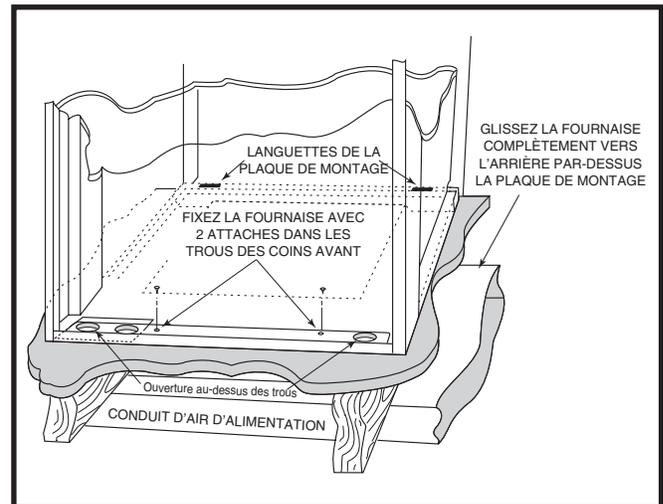
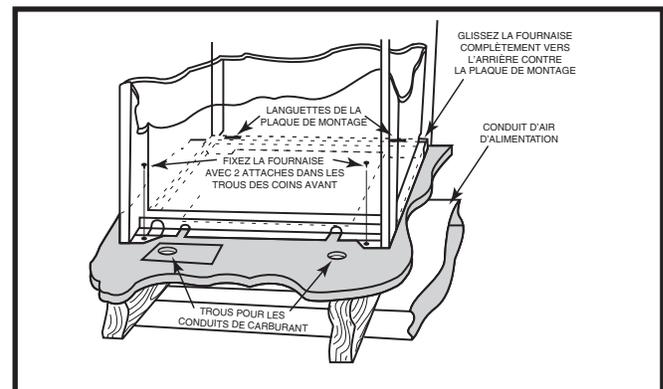

Figure 14. Fournaise de placard « A » et « B »
Figure 15. Fournaise de placard « A » sur armoire à serpent
Les côtés et l'arrière de la fournaise peuvent être couverts d'un cadre mural comme dans une armoire ou une alcôve. Les dimensions de la pièce ou de l'alcôve doivent convenir à la taille complète des dégagements de la fournaise et de l'installation spécifiés dans la Figure 4 (page 5) et dans la page 4. Cette fournaise doit être branchée adéquatement au système d'alimentation d'air tel que montré dans la Figure 14 (page 8) et Figure 15 (page 8).
- Fixez le devant avec une (1) ferrure dans chaque coin. Voyez la Figure 14 et la Figure 15.